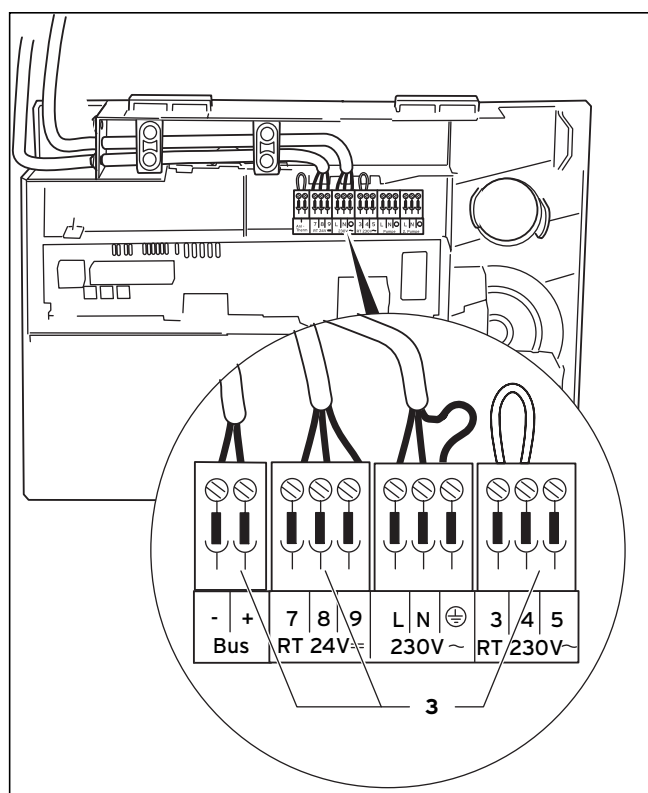

Рис. 5.8 Подключение погодозависимого регулятора
- Проложите необходимые провода к уровню подключений в распределительной коробке, как показано на рис. 5.8.
- Подключите соединительный кабель согласно рис. 5.8 к соответствующему штекеру ProE либо гнездам электроники (3).